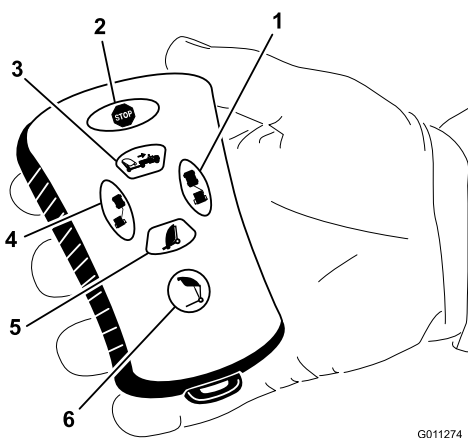

図 16
- ・ ダンプ・ボタンを押す（図 16）。
- ・ 次に、左オフセット・ボタンを押す（図 16）。
- ・ 次に、右オフセット・ボタンを押す（図 16）。
- ・ 次にダンプ・ボタンを押したまま保持する（図 16）。
ホッパーを下降させるには、スイーパー下降ボタンを押す（図 16）。ホッパーは、以下の位置にあるときに下降させることができます：
スイーパーを左にオフセットするには、左オフセット・ボタンを押して保持します（図 16）。
ホッパーを上昇させるには、スイーパー上昇ボタンを押して保持し希望の高さになったらボタンから手を離します； 停止位置が事前設定されているとその位置で停止します（図 16）。
スイーパーを右にオフセットするには、右オフセット・ボタンを押して保持します（図 16）。ボタンから手を離すとオフセット動作が停止します。